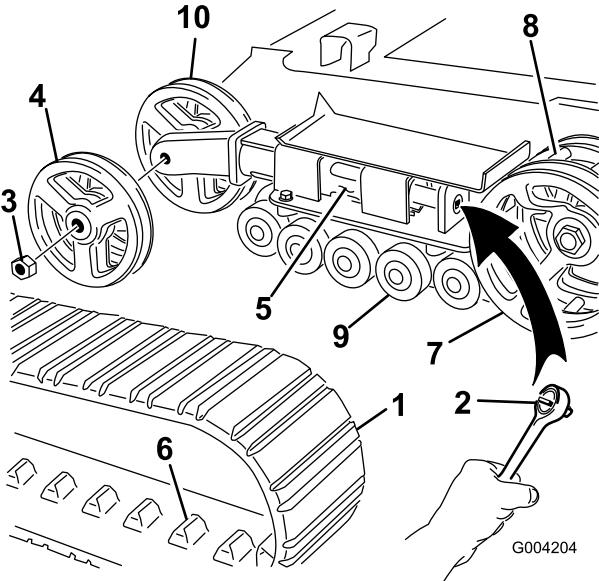

Figure 47
4. À l'aide d'un entraînement carré de 13 mm (1/2 po), tournez la vis de tension dans le sens horaire pour détendre la transmission (Figure 45 et Figure 47).
5. Poussez la roue de tension vers l'arrière de la machine pour appuyer le tube de tension contre le châssis (Figure 47). (S'il ne touche pas le châssis, continuez de tourner la vis de tension jusqu'à ce qu'il le touche).
6. Retirez l'écrou de fixation de la roue de tension extérieure et déposez la roue (Figure 47).
7. Déposez la chenille (Figure 47).
8. Retirez l'écrou de fixation de la roue de tension intérieure et déposez la roue (Figure 47).
12. Posez la roue de tension intérieure et fixez-la avec l'écrou retiré précédemment (Figure 47).
14. Posez la chenille neuve en prenant soin que les crampons s'engagent entre les entretoises au centre du barbotin (Figure 47).
15. Posez la roue de tension extérieure et fixez-la avec l'écrou retiré précédemment (Figure 47).